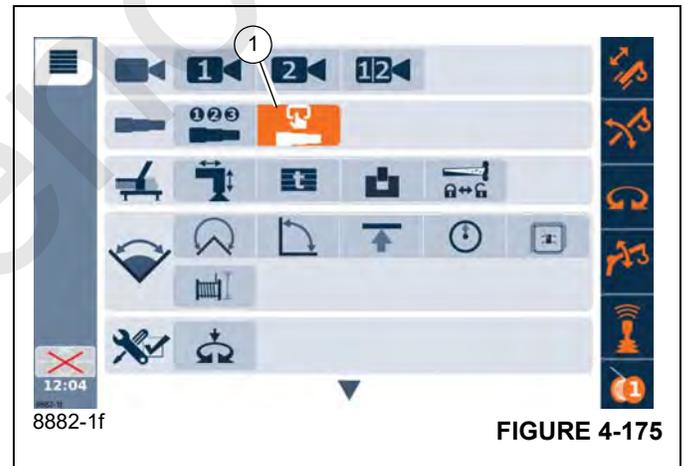

FIGURE 4-175
- Boom Configurator (1), (Figure 4-175).